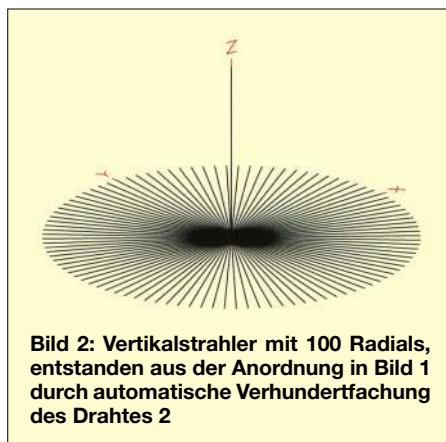

Bild 2: Vertikalstrahler mit 100 Radials, entstanden aus der Anordnung in Bild 1 durch automatische Verhundertfachung des Drahtes 2
Diese Richtcharakteristik ist für $n = 7$ und $l = 24$ cm bei verschiedenen Frequenzen im Bild 2 dargestellt. Wie bei dieser ausgeprägten Keule in Vorwärtsrichtung verdeutlicht, stellt sich ein hoher Gewinn, eine gut ausgeprägte Richtwirkung und eine Unterdrückung der nicht direkt einfallenden Schallanteile ein. Praktische Versuche bis zu Entfernungen von 30 m bestätigen die Erwartungen, wobei neben der ausgeprägten Richtwirkung die gute Verständlichkeit überraschte.
Dazu wählen wir, um die Mächtigkeit dieses Werkzeugs zu zeigen, einmal die verwegene große Zahl 100. Im Bruchteil einer Sekunde hat EZNEC einen wunderbaren Stern aus 100 Radials erzeugt, Bild 2, Datei (2)Vert100Rad(a).ez. Wenn wir beim Prototyp-Draht, wie angegeben, zehn Segmente für den Radial-Prototyp angeben hatten, dann ist die Amateurversion von EZNEC am Ende: Wir haben über 1000